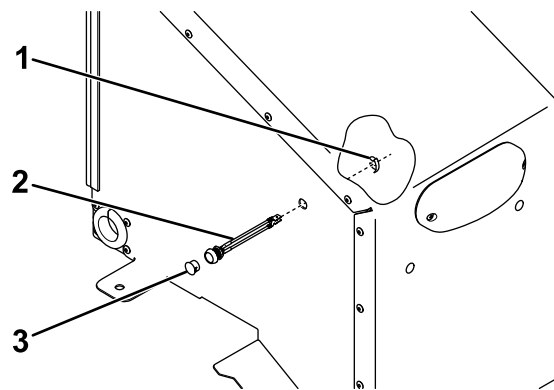

Figure 5
11. Insérez le bouton d'éclairage dans le trou et fixez-le en place avec un clip de retenue (Figure 5).